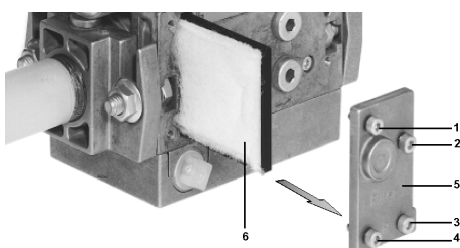

Fig. 26
- 2 Svitare le viti 1 ÷ 4 con una chiave esagonale n. 3 e togliere il coperchio del filtro 5 in Fig. 26.